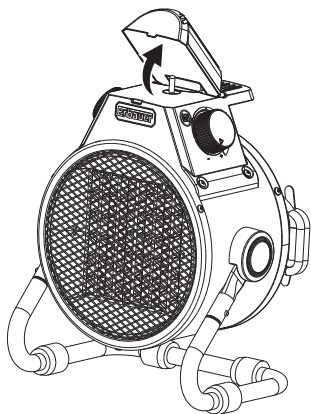

Figura 1
1. Coloque a lanterna na posição máxima, até 90° da respetiva posição fechada; a lanterna acende-se automaticamente até meio com a libertação do microinterruptor, como na figura 1.